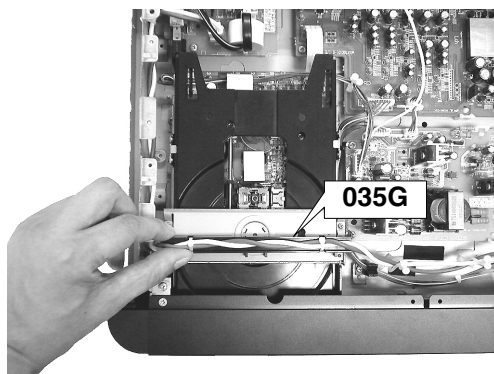

Fig. 5-3
4. Remove the retainer (035G) on the DVD mechanism. (see Fig.5-3)
4. DVD メカの上部のケーブルホルダー (035G) を 外します。(Fig.5-3)